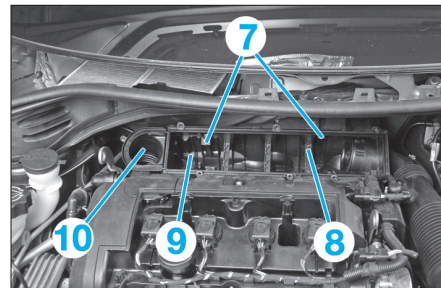

Fig. 66
- les vis (7) (Fig.66),
- le support intermédiaire (8),
- la cuve de filtre à air (9),
- le raccord d'air (10).